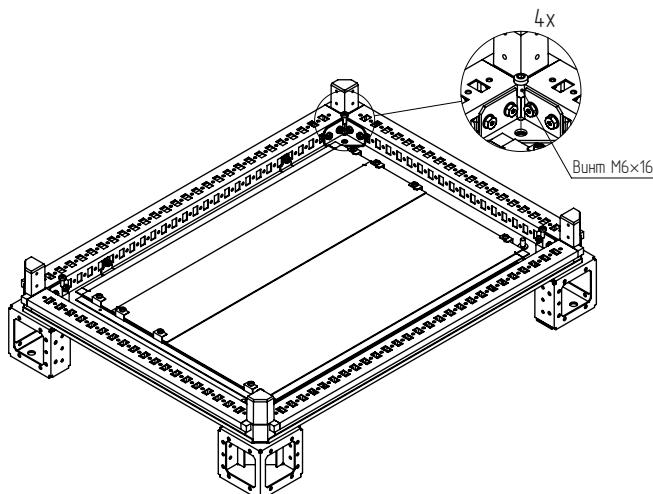

Рисунок 4
4.1.3 Зафиксировать каждый угол цоколя от проворачивания с помощью винта M6×16 (Рисунок 4). Момент затяжки – 7 Н·м.